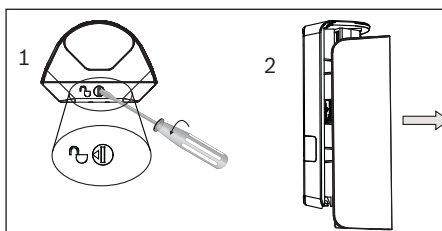

Figure 4.1 : Déverrouillage et ouverture du détecteur
1. Tournez le verrou rotatif situé sur la partie inférieure du détecteur jusqu'en position déverrouillée. Le boîtier se détache. Voir Figure 4.1.